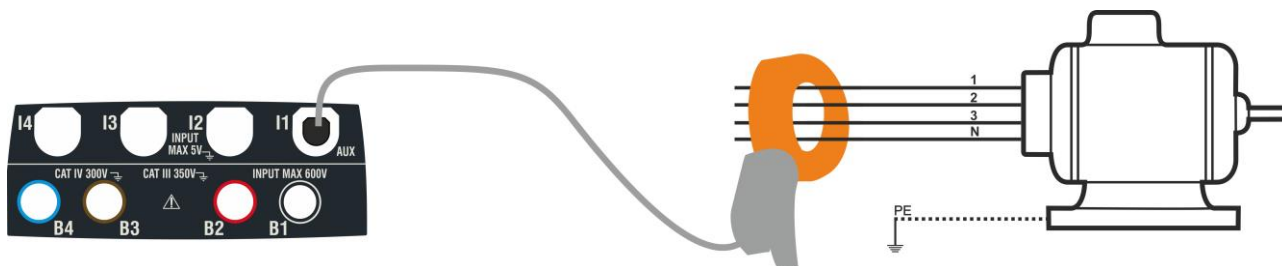
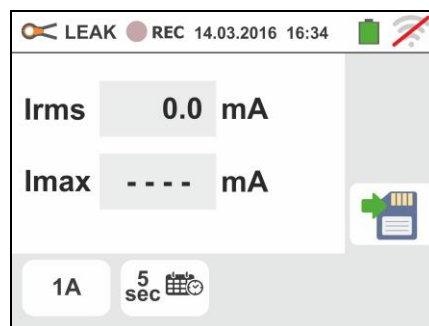

Fig. 6 : Mesure indirecte du courant de fuite en installations triphasées
Fig. 7 : Mesure directe du courant de fuite en installations triphasées
5. Pour des mesures indirectes du courant de fuite, connecter la pince externe comme d'après la Fig. 6. Pour des mesures directes du courant de fuite, connecter la pince comme d'après la Fig. 7 et débrancher toute connexion de terre additionnelle pouvant influencer les résultats de l'essai.